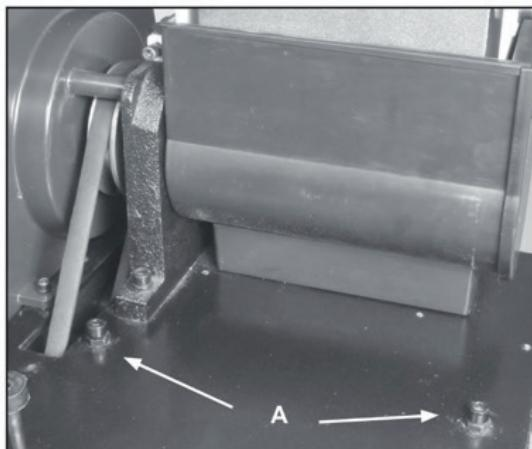

Рис. 17.
7. Под рамой шлифовальной ленты, расположены два болта и гайки с шестигранной головкой, которые выступают над поверхностью. Они соединяются с рамой двигателя и регулируют натяжение клинового ремня поворотом двигателя (рис. 17).